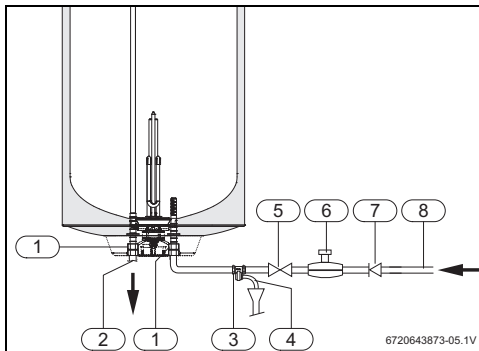

Fig. 11 Branșamentul de apă
i Pentru prevenirea deranjamentelor provocate de variații bruște ale presiunii, se recomandă montarea unei supape de reflux a rezervorului în amonte la alimentarea cu apă (Fig. 11, [7]).
- ▶ Montați supapa de siguranță la branșamentul de apă rece al boilerului (Fig. 11).
Dacă presiunea apei depășește cu 80% presiunea maximă a boilerului (6,4 bar), instalați un regulator de presiune (Fig. 11). Dacă presiunea apei boilerului depășește 6,4 bar, se acționează supapa de siguranță. Apa care se scurge trebuie să fie deviată.
- ▶ Închideți robinetul de închidere al apei (→Fig. 11).